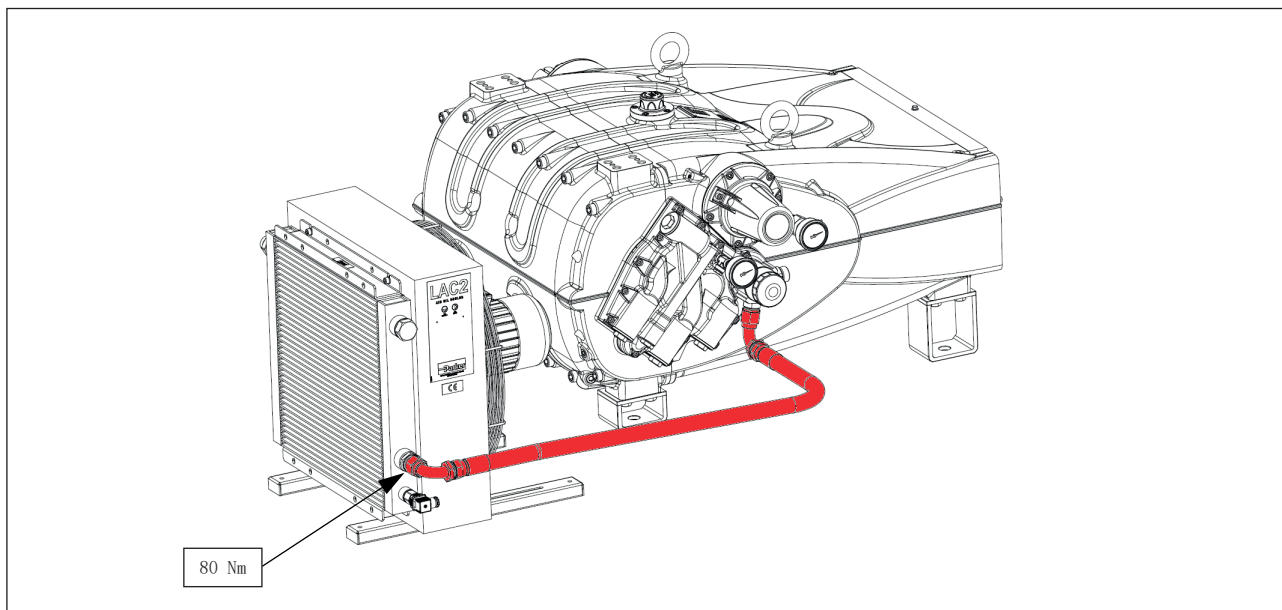

图 15
2. 使用90° 弯头将第一根管道连接到位于交换器入口下侧的接头（见图15）。以80Nm的扭矩拧紧